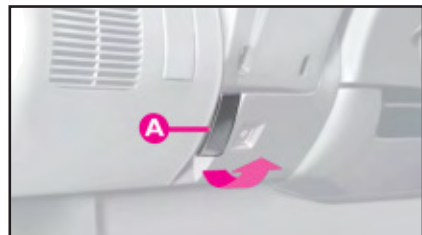

fig. 74
– Trek hendel **A**-fig. 74 links van de stuurkolom in de richting van de pijl.